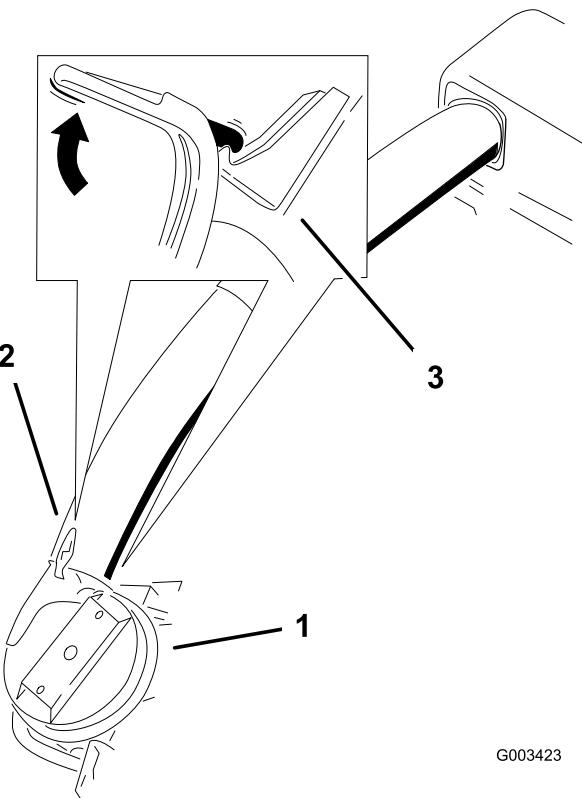

**Figure 42**
8. Glissez le tube inférieur sur l'adaptateur et verrouillez-les ensemble (Figure 42 ou Figure 43).